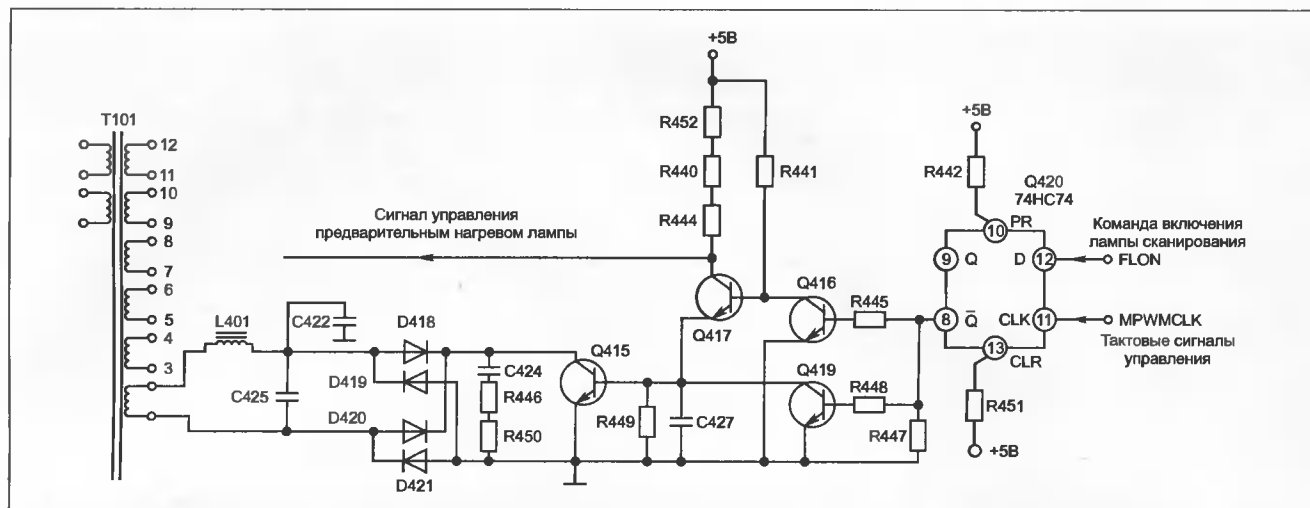

Рис. 2. Часть электрической схемы источника питания аппарата экспонирования, собранная на транзисторах Q415-417 и Q419.
- основная плата электроники не выдает сигнал FILON (лог. «1») — команду включения лампы сканирования или сигнал FILON (лог. «0») — команду выключения лампы сканирования (рис. 2);